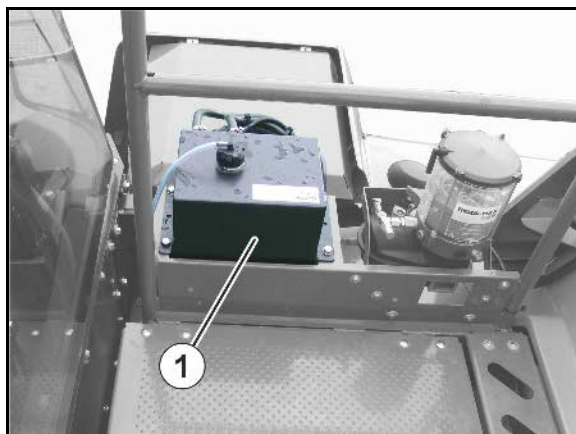

Fig. 166
1. Placer le bac de récupération sous la vis d'obturation (Fig. 166/1).